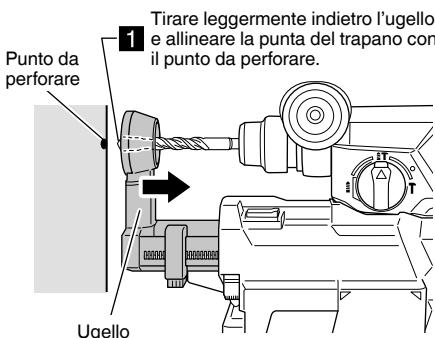

Fig. 10
(1) Afferrare l'ugello con una mano e tirarlo leggermente indietro, allineare la punta del trapano con il punto da forare. (Fig. 10)